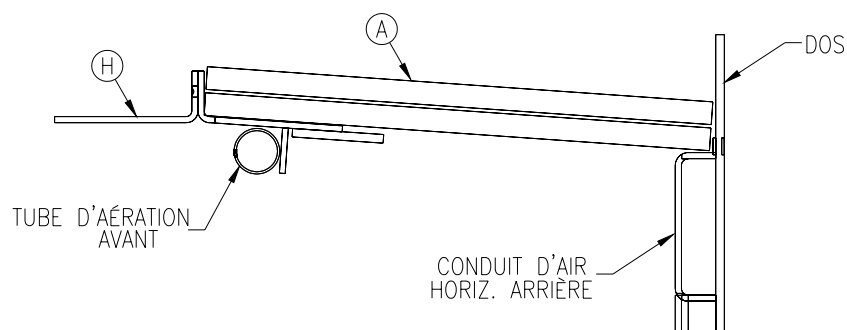

Figure 3.2a
2. En venant de par en dessous et de par en arrière du tube d'aération avant, installez le support / l'extension (H) avant du déflecteur, en veillant à ce qu'il aille bien entre les montants avant (voir la Fig. 3.2a).